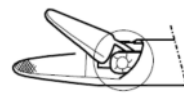

図 1
- 3) 先端部のジョイント部分に小さなひび等の表面上の変化がないか確認すること。(図 1)